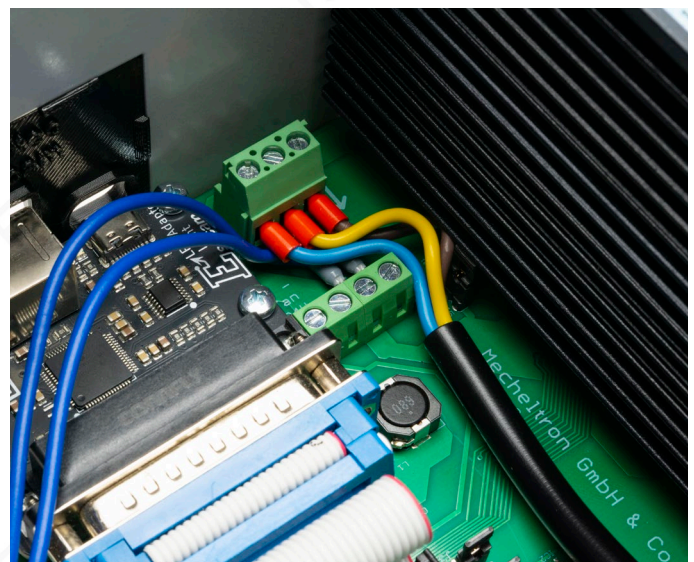

Bild 15: Anschluss der Stromversorgung
- Schließen Sie das Netzteil **4** an der Klemme neben dem Adaptermodul an, wie in Bild 15 gezeigt.